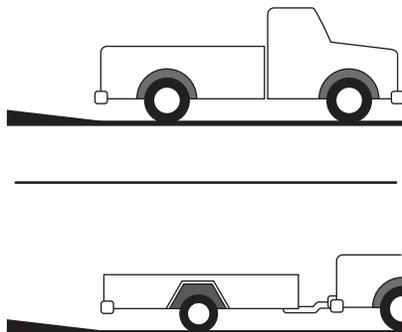

Figure 4-8
3. Stationnez la camionnette ou la remorque à proximité d'une surface en pente et placez les extrémités des rampes sur cette dénivellation de sorte qu'elles soient à un angle moins aigu pour réduire l'angle de chargement. Voir Figure 4-8.